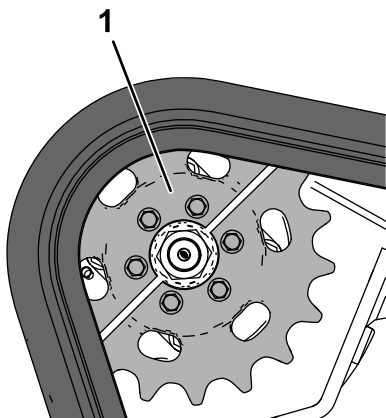

Bild 60
- Stellen Sie die Maschine auf einer ebenen Fläche ab, achten Sie darauf, dass nur eine Kettenradhälfte in die Kette eingreift (Bild 60).